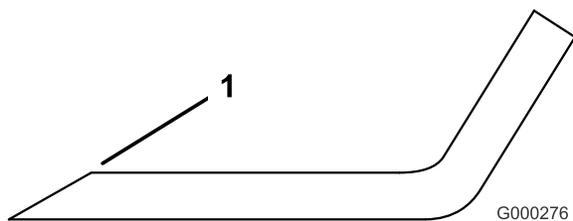

Figura 56
1. Affilate i taglienti da entrambe le estremità della lama con una lima (Figura 56). Rispettate l'angolazione originale. La lama conserva il proprio equilibrio soltanto se viene rimossa una quantità uguale di materiale da entrambi i taglienti.